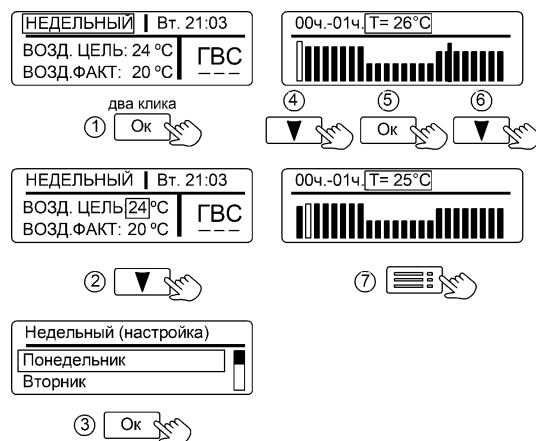

Рисунок 8. Настройка режима «НЕДЕЛЬНЫЙ»
10.3 «НЕДЕЛЬНЫЙ» – наиболее энергоэффективный режим отопления, учитывающий постоянные привычки и предпочтения пользователей. Режим «НЕДЕЛЬНЫЙ» позволяет настроить температуру воздуха в помещении индивидуально для каждого часа работы на протяжении всех дней недели. Датчик температуры устанавливается внутри помещения. Последовательность настройки показана на рис. 8. Кнопкой «Ок», выполняется переход по часам и дням недели, кнопками «▼», «▲» выполняется изменение значения температуры каждого часа.